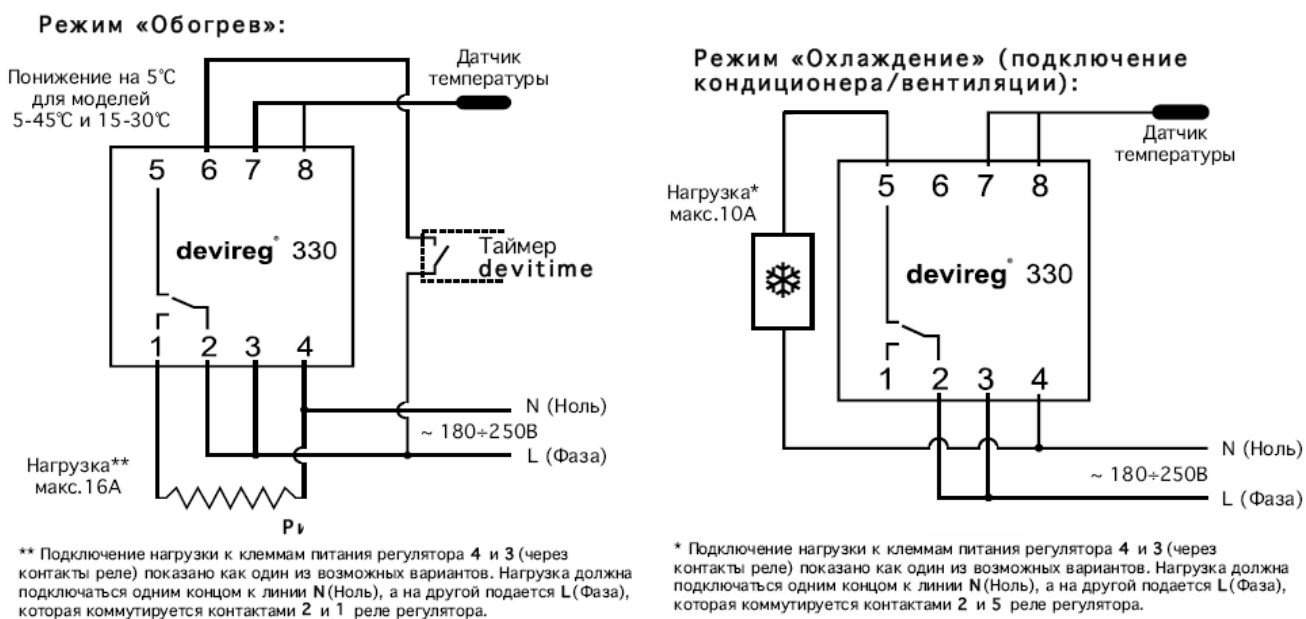

Рис.3. Схемы подключения **Devireg™ 330**.
2. Подключение терморегулятора производится согласно монтажным электрическим схемам (рис. 3)